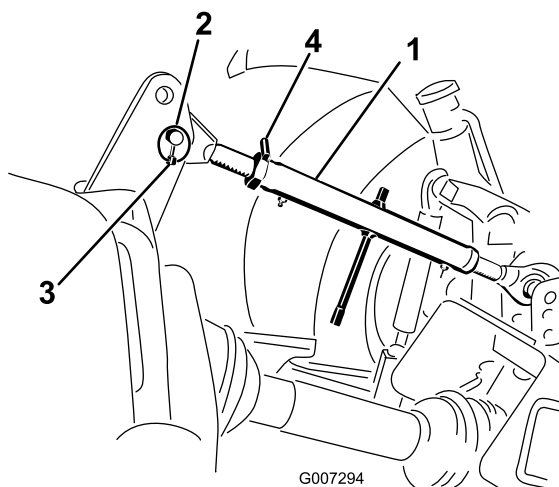

図 6
1. 上リンクをブラケットの下穴に接続し、リンク・ピンとリンチ・ピンで固定する（図 6）。
3. 上リンクを回してリンクを締める。エアレータの前面が水平面に対して垂直になるように調整する（図 6）。